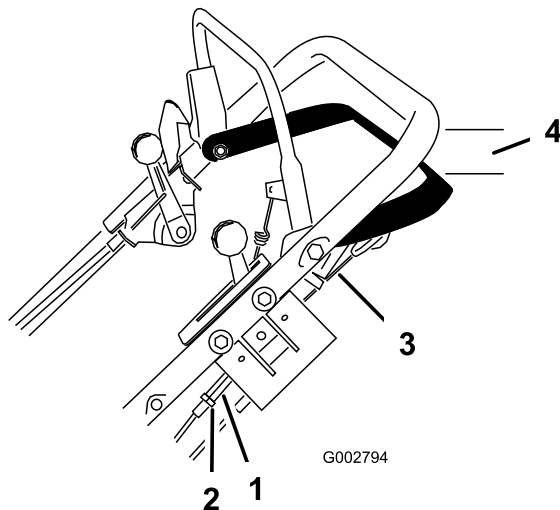

Figure 28
1. Desserrez l'écrou de fixation du tendeur (Figure 28).
2. Tournez le tendeur jusqu'à ce qu'il n'y ait plus de mou dans le câble exposé (Figure 28).